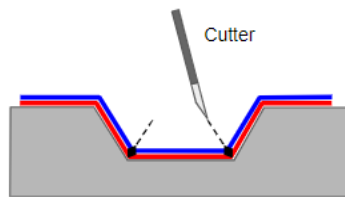

Fig.9
- À l'aide d'un cutter, coupez les bords où le matériau a accumulé une tension excessive lors de la pose. Suivez doucement la forme pour obtenir une coupe droite et nette. Cela relâchera la tension et empêchera le matériau de sortir du renforcement. *Fig.9*